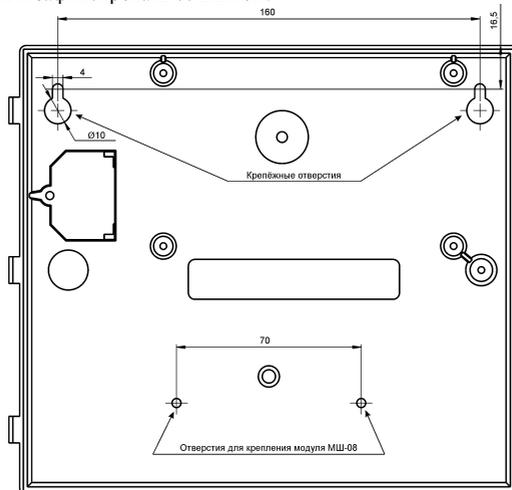
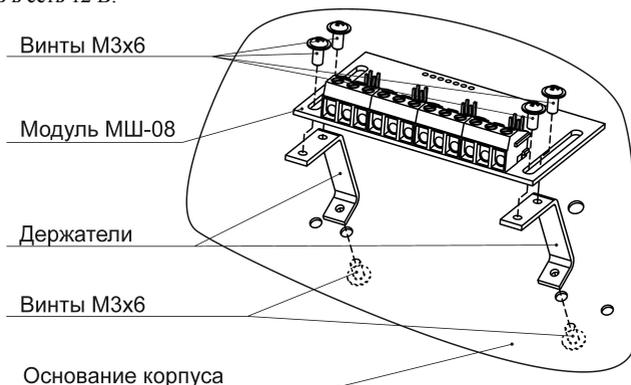

Рисунок 3 - Установочный чертёж корпуса (вид изнутри)
Рисунок 4 - Установка модуля МШ-08
Просверлить в стене два отверстия. В отверстия вкрутить шурупы и подвесить на них модуль. Установку модуля на стену производить, ориентируясь по чертежу корпуса - Рисунок 3.
- б) установите держатели модуля МШ-08 на основании корпуса модуля (Рисунок 3) и закрепите их винтами (держатели и винты из комплекта ЗИП модуля МШ-08) – см. Рисунок 4;
- в) закрепите модуль МШ-08 при помощи винтов к держателям – см. Рисунок 4;